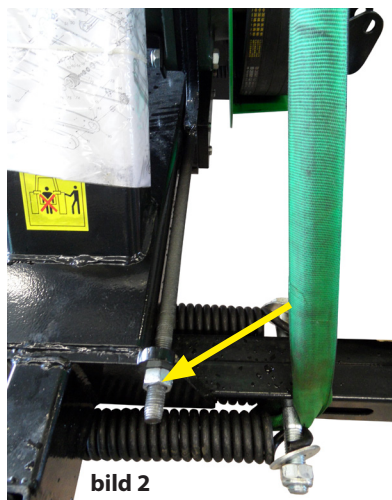
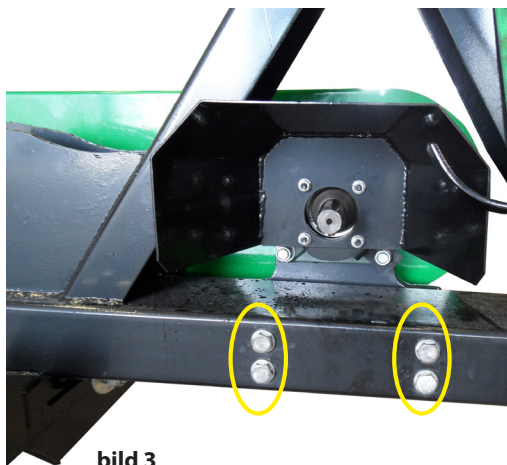

bild 2
bild 3
2. Justering av remspänning vid 3punkt fäste: dra åt eller lossa justermuttern (bild 2). Lossa fästbultar (bild3), vrid justermuttern tills rätt spänning uppnåts. Vid byte av rem, kör under 10 minuter och kontrollera sedan remspänningen, justera vid behov.